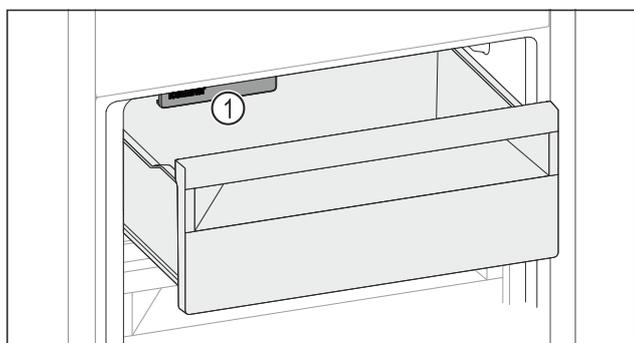

Fig. 142
- ▶ Tenga en cuenta el IceMaker Fig. 142 (1).